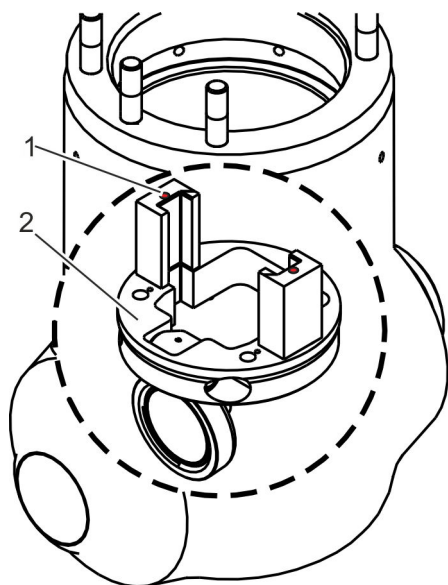

Abb. 52: Durchsicht in das Gehäuse:
3. ➔ Ringschrauben in den zwei Bohrungen (Abb. 52/1) der Führungen am Haltering (Abb. 52/2) einschrauben.
Haltering (Abb. 52/2) samt Rückschlagplatte vorsichtig nach oben aus dem Gehäuse herausheben.
6. ➔ Haltering (Abb. 52/2) samt Rückschlagplatte außerhalb des Gehäuses ablegen.
9. ➔ Haltering (Abb. 52/2) samt Rückschlagplatte unter Verwendung von Ringschrauben und Hebezeug vorsichtig in das Gehäuse heben.